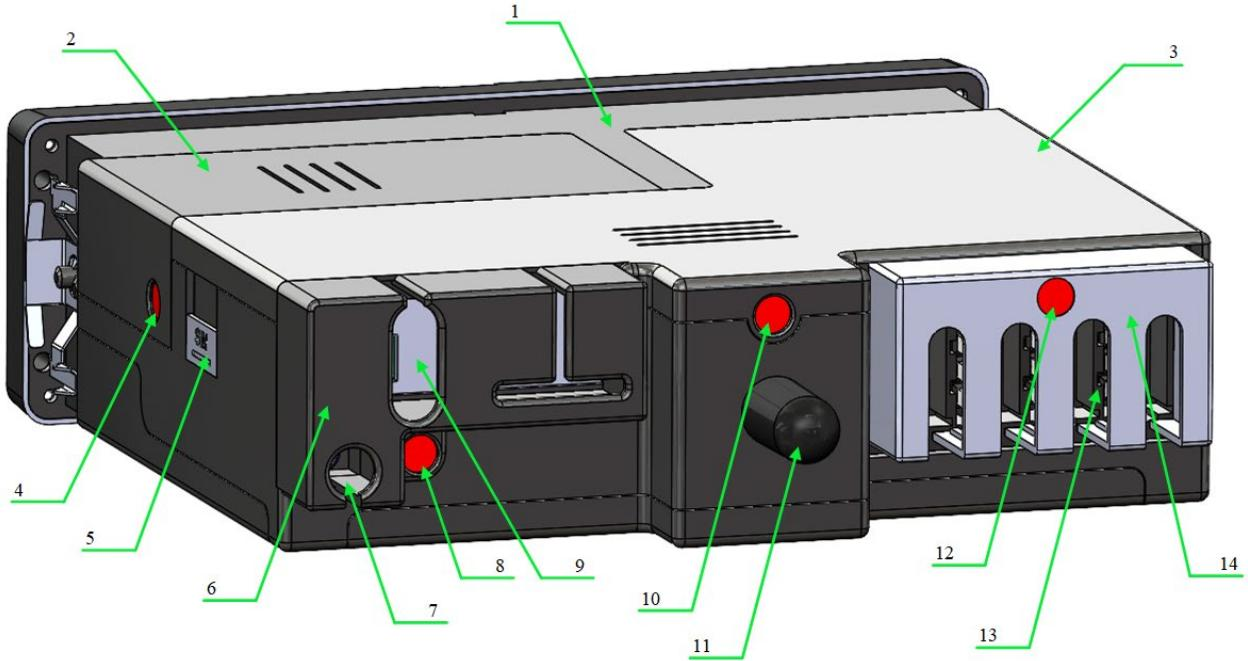

Рисунок 2. Тахограф – вид сзади.
- b) Пломбировочная крышка, блокирующая разъемы подключения на задней стенке тахографа (см. Рисунок 2 позиция 7). Эта пломба устанавливается в специализированной мастерской, которая находится в «Перечне сведений